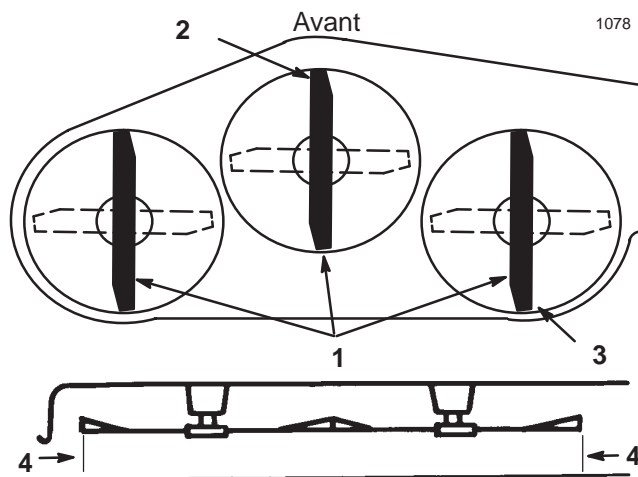

Figure 40
5. Réglez la hauteur de coupe à 76 mm (3") et tournez les lames avec précaution dans le sens longitudinal (Fig. 40).
6. Mesurez la distance entre la pointe de la lame avant (Fig. 40) et la pointe de la lame arrière par rapport à la surface plane. Si la pointe de la lame avant n'est pas de 1,6 à 7,9 mm (1/16 à 5/16") plus basse que la pointe arrière, réglez les tourillons avant.
9. Lorsque les deux tourillons sont réglés de la même manière, fixez les chapes en place à l'aide des goupilles fendues. Vérifiez de nouveau l'inclinaison avant/arrière. Poursuivez le réglage des chapes jusqu'à ce que la pointe de lame avant soit de 1,6 à 7,9 mm (1/16 à 5/16") plus basse que la pointe arrière (Fig. 40).